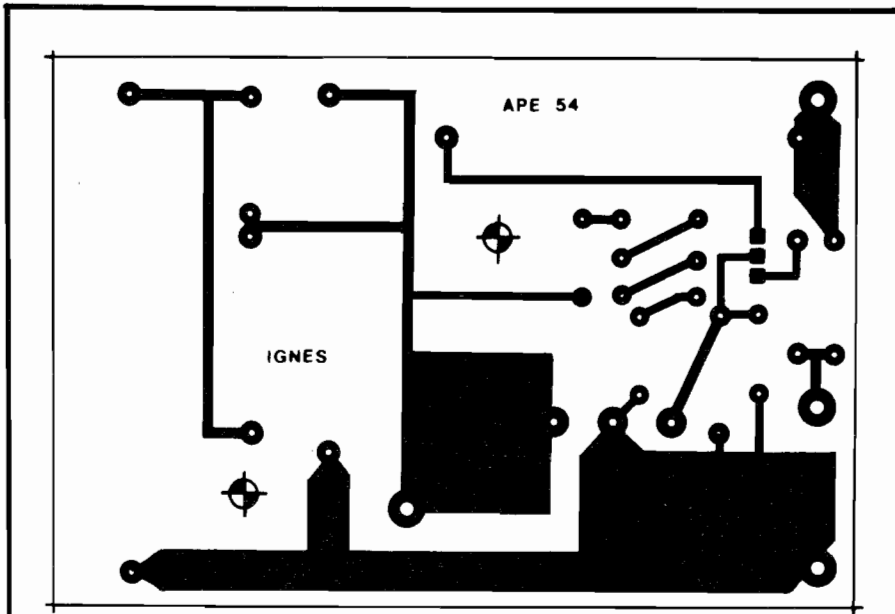

Fig.2
- **FIG. 2 - LAY OUT DO CIRCUITO IMPRESSO ESPECÍFICO** - Um pouco "avantajado" (isso é inevitável, pelos regimes de Corrente e Potência envolvidos...), mas extremamente simples, o padrão cobreado de ilhas e pistas é de fácil execução, por qualquer das técnicas "tradicionais" de confecção... Como a figura está em tamanho natural (escala 1:1), o **lay out** pode ser diretamente "carbonado" sobre a face cobreada de um fenolite virgem, nas indicadas dimensões (ver LISTA DE PEÇAS), seguindo-se a traçagem, corrosão, furação e limpeza, nos "moldes" já várias vezes explicados aqui em A.P.E. Conforme já explicado, o padrão é simples, mas os níveis de Corrente e Potência são "bravos"... Por essa razão, uma cuidadosa conferência final é absolutamente **imprescindível**, para a busca e correção de eventuais falhas, "curtos", etc. Não "deixem passar" nenhuma das Normas elementares para a confecção e utilização de Impressos, consultando - se